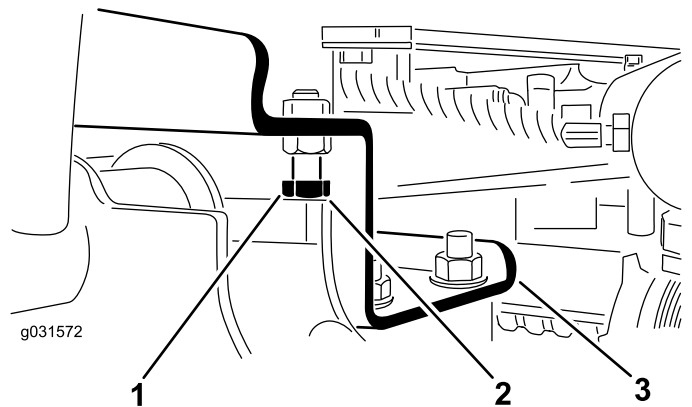

图 11
- A. 拧松止动螺栓图 11。
2. 确保各个提升臂与止动螺栓之间的间隙介于 0.131.02mm 之间如图 11 所示。